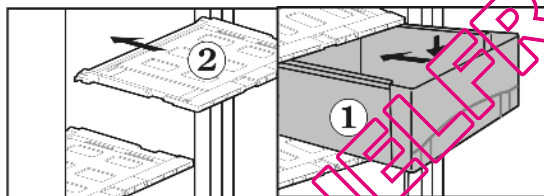

Fig. 6
- ▶ Remettre en place le couvercle du tiroir Fig. 6 (2) : Introduire les barrettes du couvercle du tiroir par le bas dans les supports de logement arrière et faire cliqueter dans le support avant.
- ▶ Placer les tiroirs Fig. 6 (1) sur les glissières et les insérer complètement jusqu'à ce que le tiroir encliquette de manière audible.